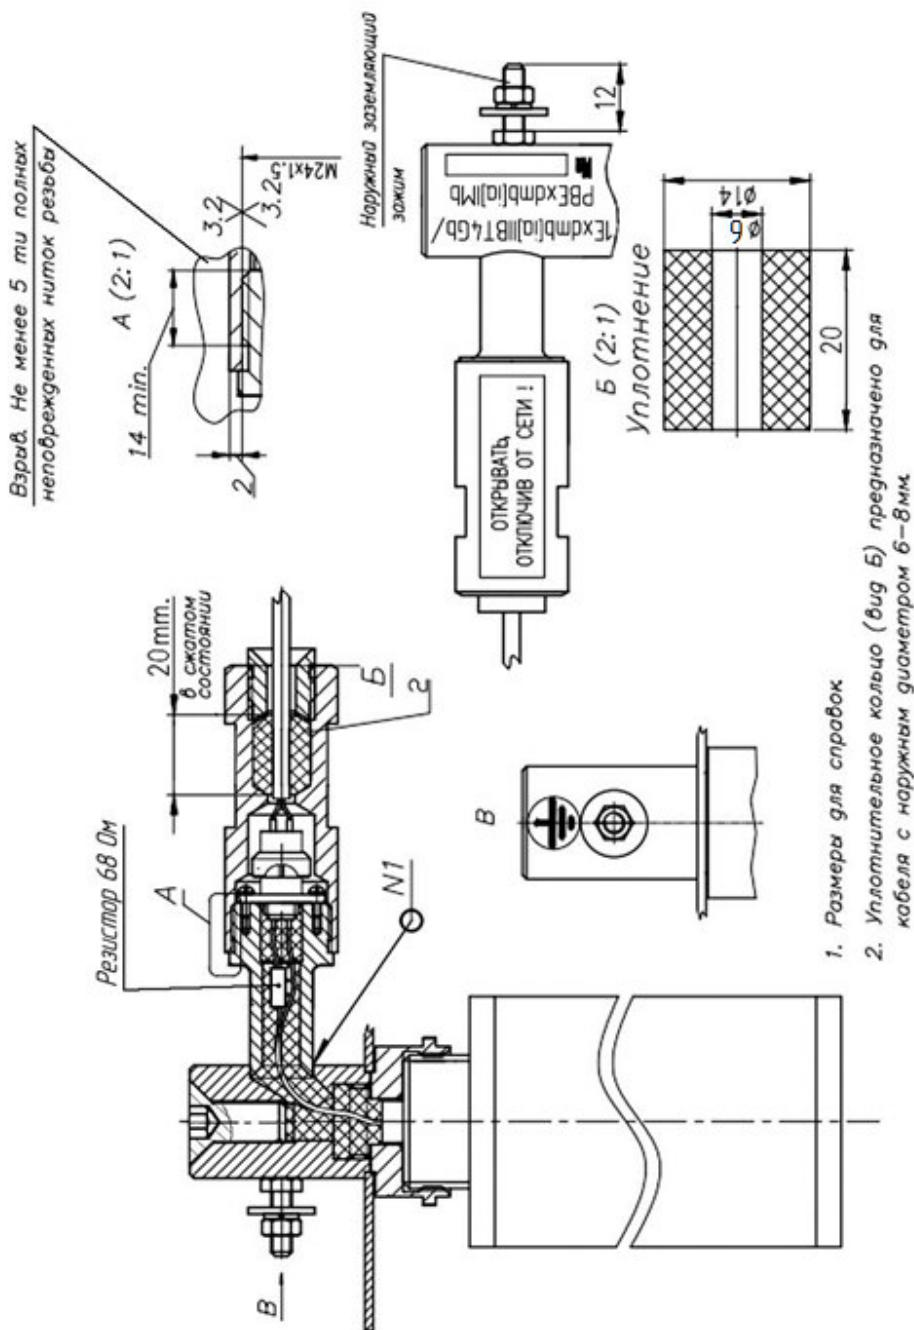

Рис. 3. Чертеж средств взрывозащиты МПП «Гарант-Д»
4.2. Взрывозащищенность МПП (см. рис. 3) достигается за счет следующих технических и организационных мер: